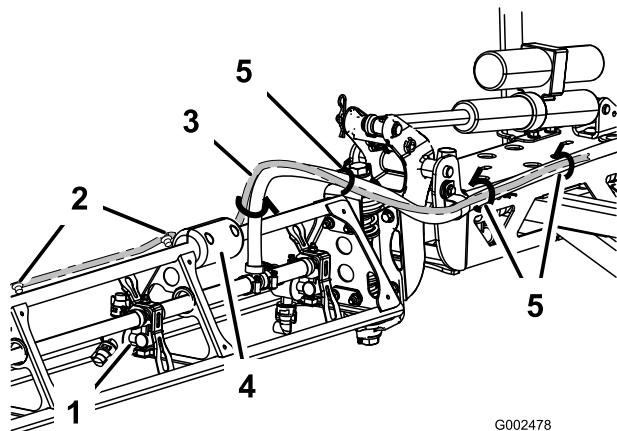

Figure 4
6. Acheminez le fil du capteur sur le haut du support de la rampe jusqu'au bloc coulissant (Figure 4). Fixez-le sur le haut de la rampe au moyen des serre-câbles fournis.
7. Faites passer le fil du capteur sous le bloc coulissant jusqu'au flexible d'alimentation de la rampe et à l'ensemble rampe centrale. Attachez le faisceau de câblage au flexible de la rampe avec les serre-câbles (Figure 4).